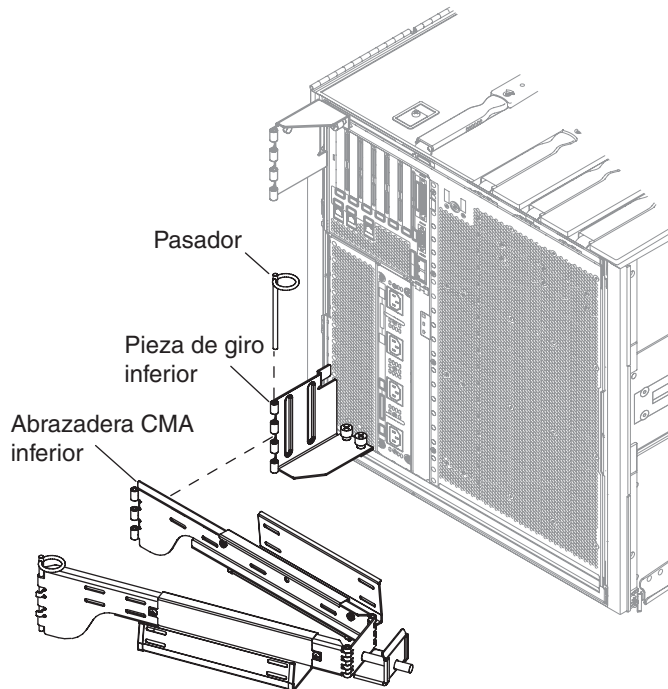

FIGURA 1-20 Montaje de la abrazadera CMA inferior y la pieza de giro
6. Una vez hecho, una la abrazadera CMA a la pieza de giro utilizando el pasador previamente extraído de la bisagra, FIGURA 1-20.